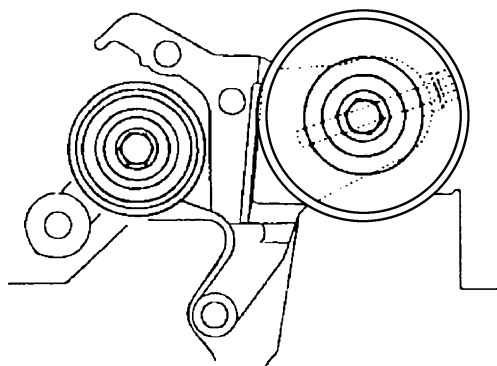

图 31-77 安装惰轮
- 1) 如图 31-77 所示，将惰轮安装到发动机底部支撑支架上，紧固力矩为 $35 \sim 55\text{N} \cdot \text{m}$ 。